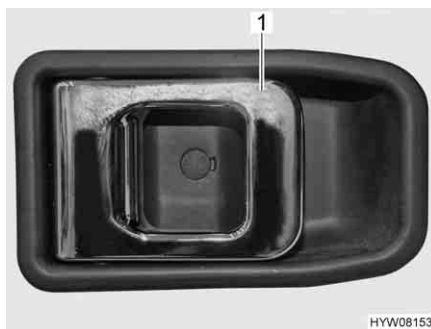

Fig. 31 Serratura della porta (porta di ingresso, lato interno)
**Apertura:** ■ Tirare la maniglia (Fig. 31,1). La serratura della porta si sblocca.
**Bloccaggio:** ■ Premere la maniglia (Fig. 31,1). La serratura della porta è bloccata.